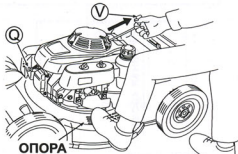

Рис. 6.
4 Чтобы запустить двигатель, поставьте одну ногу на порог корпуса, слегка потяните за рукоятку стартера (V) и приостановитесь в положении, когда почувствуете сопротивление (См. рис. 6.), а затем резко дерните за рукоятку из этого положения. После этого плавно верните рукоятку стартера (V) в исходное положение.